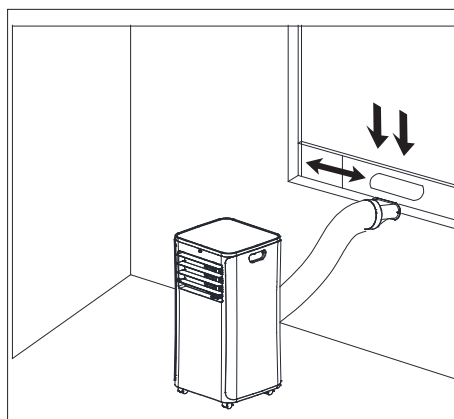

Afb. 14 – Grootte van de raamafdichting aanpassen
- ▶ Draai de vleugelmoer los totdat er voldoende ruimte is tussen deel A van de raamafdichting het schuifelement. (zie **afb.14 stap I**).
- ▶ Steek de twee delen van de raamafdichting A en B in elkaar zodat het schuifelement in de groef van deel B van de raamafdichting grijpt. Stel de raamafdichting in op de gewenste grootte door de raamafdichting ineen te schuiven of uit elkaar te trekken en draai de vleugelmoer weer vast. (zie **afb.14 stap II**).